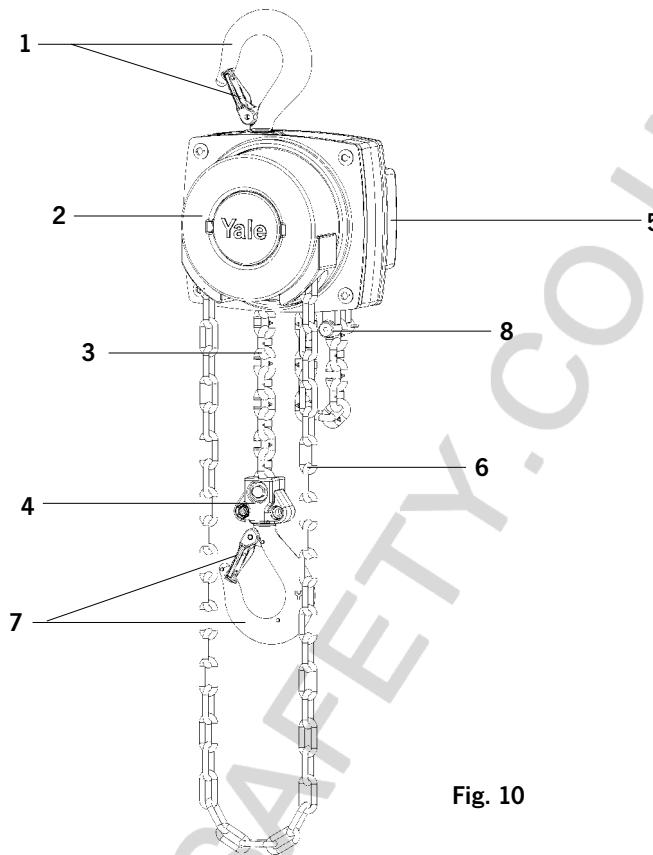

Fig. 10
- Het kettingeindstuk mag niet als bedrijfsmaatschappelijke hijshoogtebegrenzing gebruikt (Fig. 10).
Door aan de handketting te trekken (Fig. 10) in de richting van heffen sluit men de rem. Bij overbelasting van de toegestane werklast slaat de rem totaal dicht en voorkomt verder hijsen van de last.